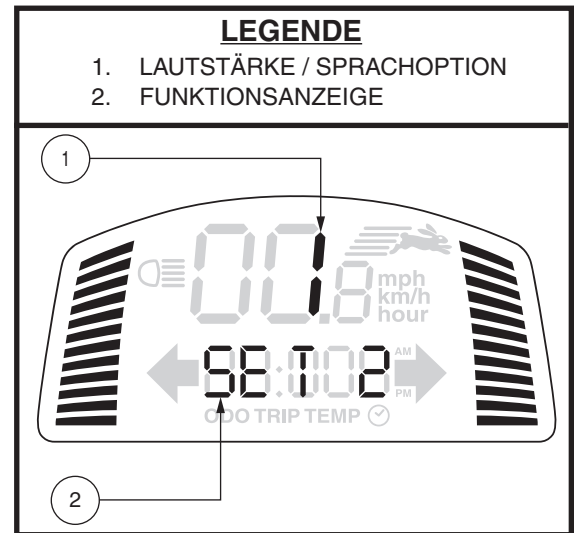

Abb. 6. Anzeige der Lautstärkeeinstellung
**HINWEIS:** Wenn die 4-Wege-Blinker blinken, ertönt für die Dauer der eingeschalteten Warnblinker zusätzlich ein Warnton. Siehe Abb. 6 für die Einstellung der Lautstärke.
Der Ton der Warnblinker, der Hupe und der Blinker sowie die Signaltöne bei geringer Spannung und bei Fehlermeldungen können jeweils unabhängig ein- und ausgeschaltet werden. **Siehe Abb. 6.**